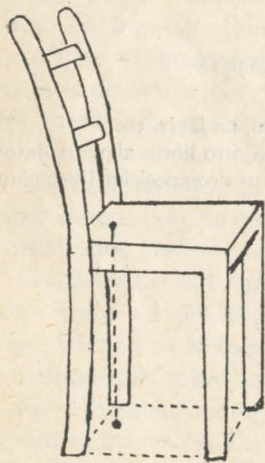

Fig. 8.
1) Busque, aproximadamente, el centro de gravedad de una silla y suspenda por ahí, un hilo a plomo. Trace su base de sustentación. (Fig. 8). Incline la silla apoyándola en sus patas posteriores y observe lo que sucede cuando el hilo a plomo (vertical del centro de gravedad) cae fuera de la